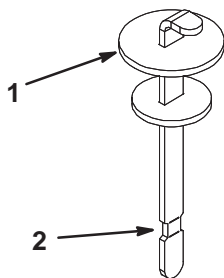

Figure 15
- Dévissez la jauge du goulot de remplissage et essuyez-la sur un chiffon propre. Remettez la jauge dans le goulot de remplissage, ressortez-la et vérifiez le niveau d'huile. L'huile doit atteindre le repère sur la jauge (Fig. 15).